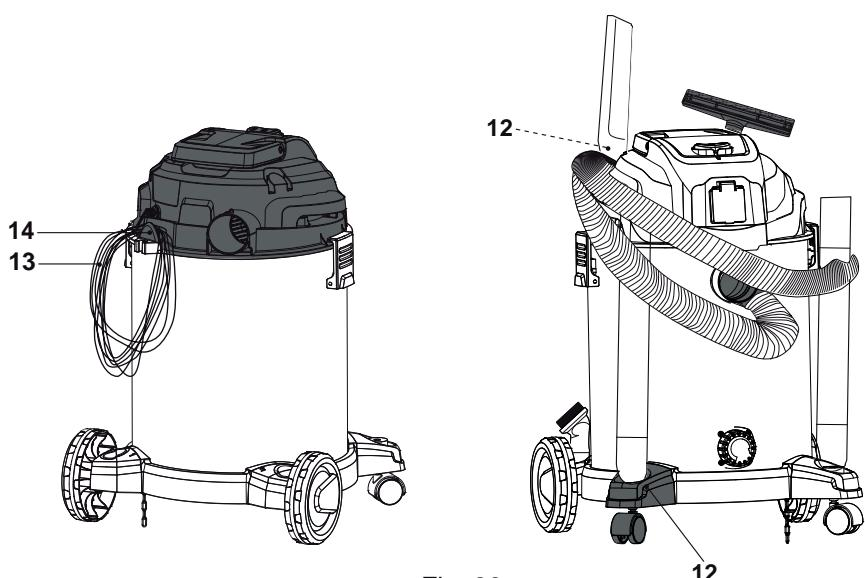

Fig. 30
(Fig. 30).
- > Recomendamos que coloque os acessórios no armazenamento de acessório (12) e guarde o cabo elétrico (13) no gancho (14) da unidade do motor (10) (Fig. 30).